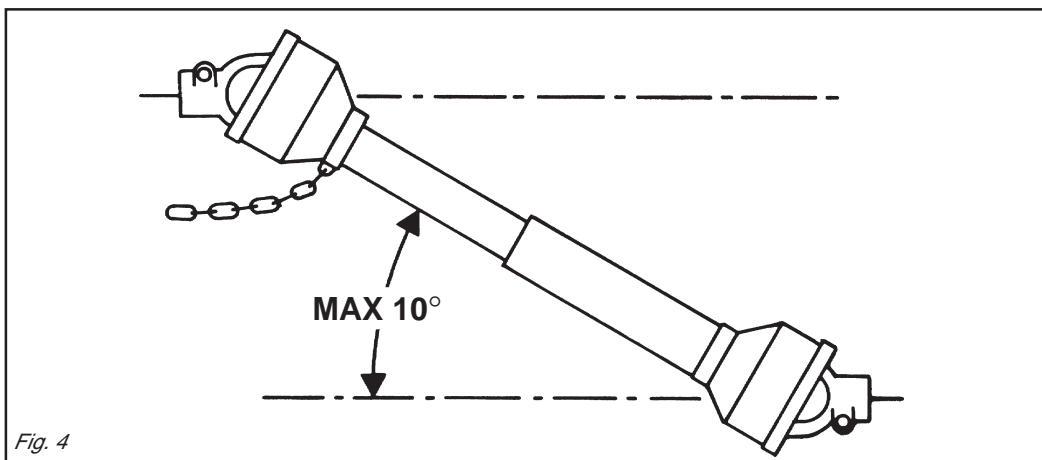

Fig. 4
- 25) Está terminantemente prohibido colocarse entre el tractor y el equipo (Fig. 4) con motor encendido y cardán inserido, o sin haber accionado el freno de estacionamiento y de colocar, debajo de las ruedas, una piedra u otro elemento de bloqueo. Manténgase a una distancia de seguridad de la máquina durante el trabajo, porque puede proyectar objetos.
- 40) Disinserire, sempre, la presa di forza quando l'albero cardanico fa un angolo troppo aperto (mai oltre i 10÷15 gradi - Fig. 4) e quando non viene usata.
- 40) *Always disengage the pto when the cardan shaft is set at an excessively open angle (never beyond 10÷15 degrees - Fig. 4) and when it is not in use.*
- 40) Die Zapfwelle immer ausschalten, wenn die Gelenkwelle einen zu großen Winkel einnimmt (nie über 10÷15 Grad - Abb. 4) und wenn sie nicht gebraucht wird.
- 40) *Débrayez toujours la prise de force quand l'angle de l'arbre à cardans est trop ouvert (jamais plus de 10÷15 degrés Fig. 4) et lorsque vous ne devez pas l'utiliser.*
- 40) Desactivar, siempre, la toma de fuerza cuando el árbol cardánico hace un ángulo demasiado abierto (nunca superar los 10÷15 grados - Fig. 4) y cuando no la usamos.